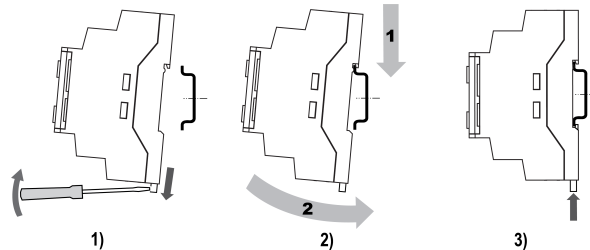

Рисунок 2 – Монтаж и демонтаж прибора
1. Установить прибор на DIN-рейку, предварительно оттянув защелку (см. рисунок 2, 1).
2. С усилием прижать прибор к DIN-рейке и зафиксировать защелку (см. рисунок 2, 2 и 3).